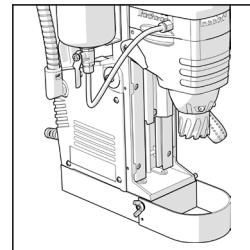

Fig. 2
- Attachez la protection de sécurité et sécurisez en place à l'aide des vis de fixation fournies. (**Fig. 2**)